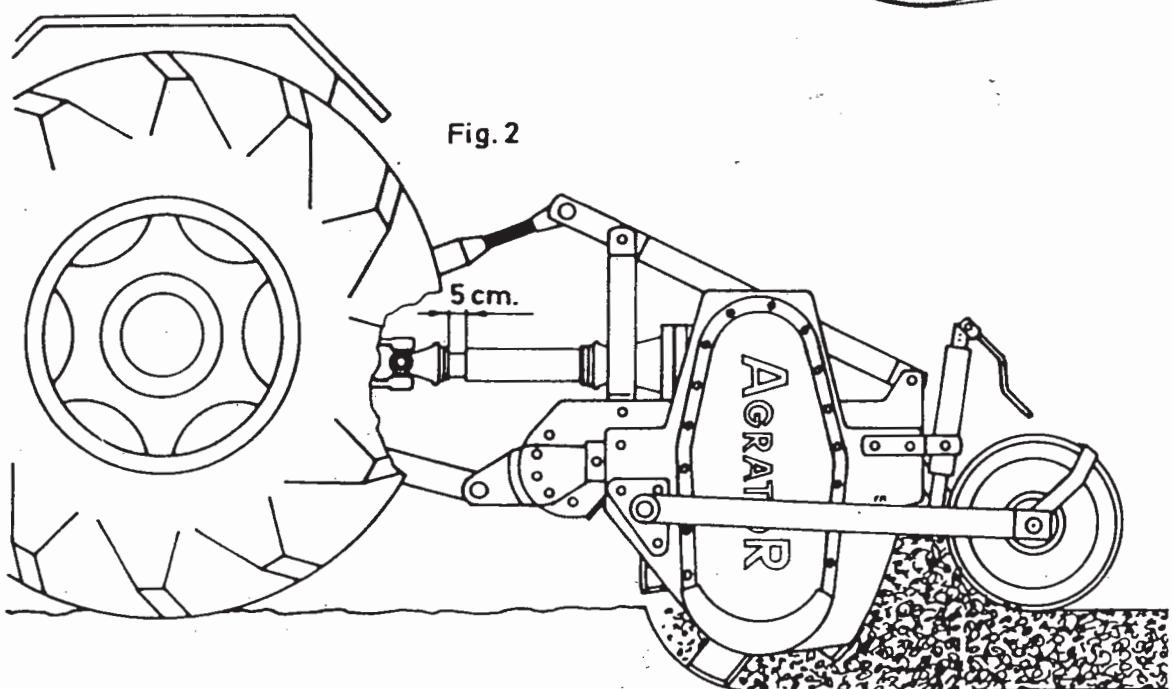

Fig. 2
- B) Le groupe ou boîtier central de pignons doit être rempli avec VALVOLINE ISO 6743-6 CKD/SAE 90 ISO 220. C'est nécessaire relâcher le bouchon fileté, en remplissant la caisse jusqu'à que l'huile commence à sortir par la bouche inférieur. Capacité approximative: 2 litres (fig. 2).
- C) La transmission latéral d'engrenages placée a coté gauche porte deux bouchons filetés, un au dessus et l'autre dans le coté inférieur. Pour remplir avec VALVOLINE ISO 6743-6 CKD/SAE 90 ISO 220 les deux doivent être lâchés, commençant le remplissage au dessus jusqu'à que l'huile devient à sortir par la bouche inférieur. Capacité approximative: 2 litres (fig. 2).